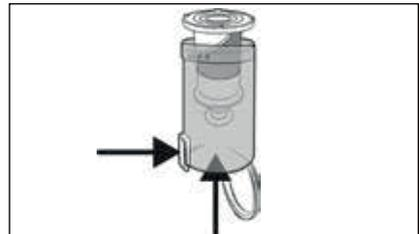

Fig. 18
- 3) Para retirar el filtro de acero inoxidable **6** del depósito de polvo **7**, pulse el botón de desencastre de la tapa del depósito de polvo **8**. Tras esto, retire el filtro de acero inoxidable **6** del depósito de polvo **7** deslizándolo desde abajo (consulte la fig. 18).